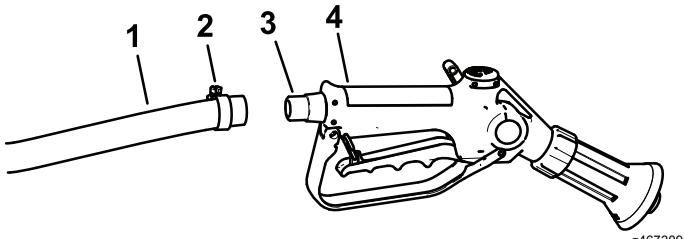

Bild 52
- Schließen Sie das freie Ende des langen Schlauches am Anschlussstück an der Spritzpistole an (Bild 52).